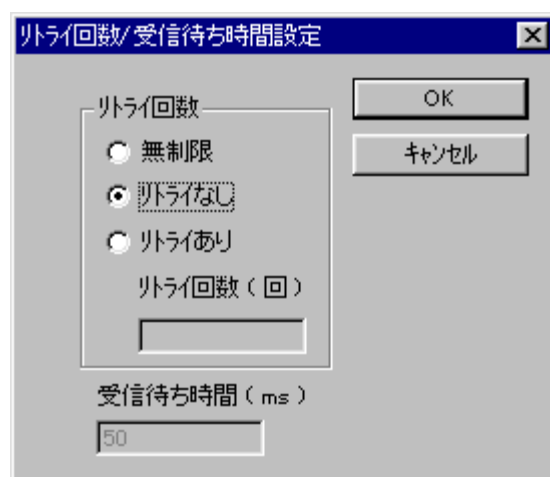

図5-18 [リトライ回数／受信待ち時間設定]画面
- (2) [リトライ回数／受信待ち時間設定]画面（図5-18）が表示されます。
キャンセル ボタンをクリックした場合は、[リトライ回数/受信待ち時間設定] 画面（図 5-18）は閉じられ、PCsへ書き込まれません。